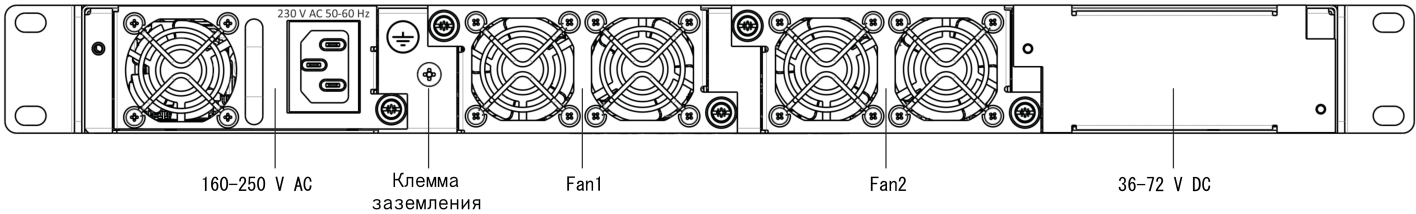

Рисунок 3 – Задняя панель станционного терминала LTX-8/16
На задней, передней и боковых панелях терминала расположены вентиляционные решетки, которые служат для отвода тепла. На задней панели установлены два блока вентиляции (Рисунок 3).
- **Шаг 2.** Заземлить корпус устройства. Это необходимо выполнить прежде, чем к устройству будет подключена питающая сеть. Заземление необходимо выполнять изолированным многожильным проводом. Правила устройства заземления и сечение заземляющего провода должны соответствовать требованиями ПУЭ. Клемма заземления находится на задней панели, рисунок 3.